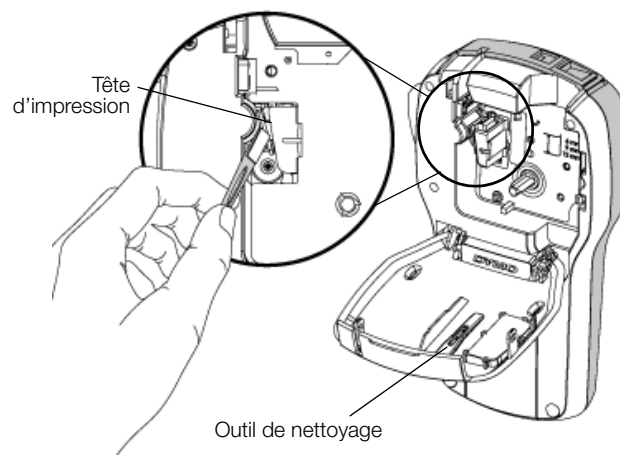

Figure 8
- 2 Retirez l'outil de nettoyage de l'intérieur du couvercle du compartiment à étiquettes. Voir la Figure 8.
- 3 Passez doucement le côté rembourré de l'outil sur la tête d'impression. Voir la Figure 8.